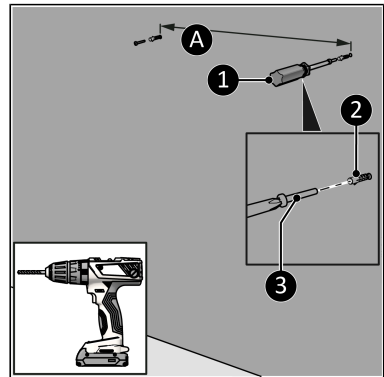

Abbildung 40.
4. Bohren Sie zwei Löcher mit einem Abstand von ca. 160 mm zwischen den Löchern (Abbildung 40, Pos. A). Und mit einem Mindestabstand vom Boden von:
5. Platzieren Sie die Wanddübel (Abbildung 40, pos. 2).
6. Schrauben Sie zwei große Schrauben (Abbildung 40, Pos. 3) mit einem Kreuzschlitzschraubendreher (Abbildung 40, Pos. 1) in die Wand. Lassen Sie die Schrauben einige Millimeter aus der Wand herausragen.